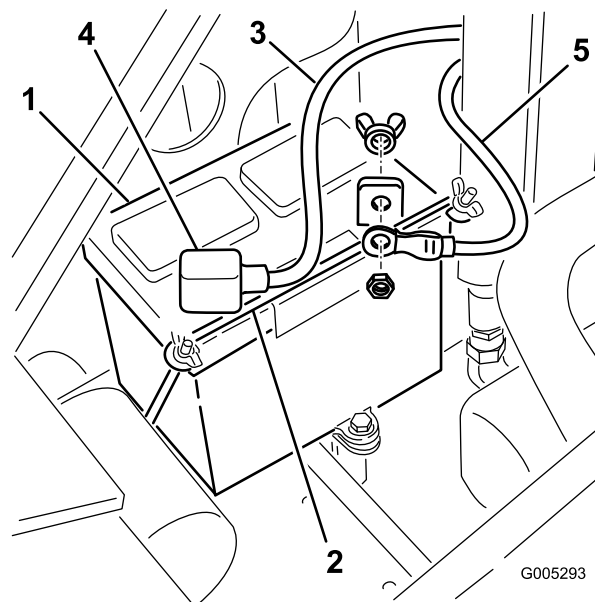

Figure 32
4. Enlevez les écrous à oreilles et les barres de fixation de la batterie (Figure 32).
5. Débranchez le câble négatif (noir) de mise à la masse de la borne de la batterie (Figure 32). Conservez les fixations.
- Débranchez le câble positif (rouge) de la borne de la batterie (Figure 32). Conservez les fixations.
- Branchez le câble positif (rouge) de la batterie à la borne positive (+) à l'aide des fixations retirées précédemment (Figure 32).
- Branchez le câble négatif de la batterie à la borne négative (noir) au moyen des fixations retirées précédemment (Figure 32).
- Fixez la batterie au moyen de la barre et des écrous à oreilles (Figure 32).